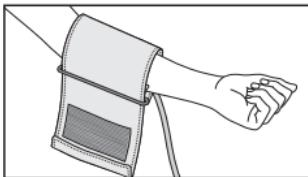

Рис. 7
- Наденьте манжету на левую руку, при этом трубка должна быть направлена в сторону ладони. Если измерение по левой руке затруднено, то измерять можно по правой руке. В этом случае необходимо помнить, что показания могут отличаться на 5-10 мм рт. ст (рис. 7).